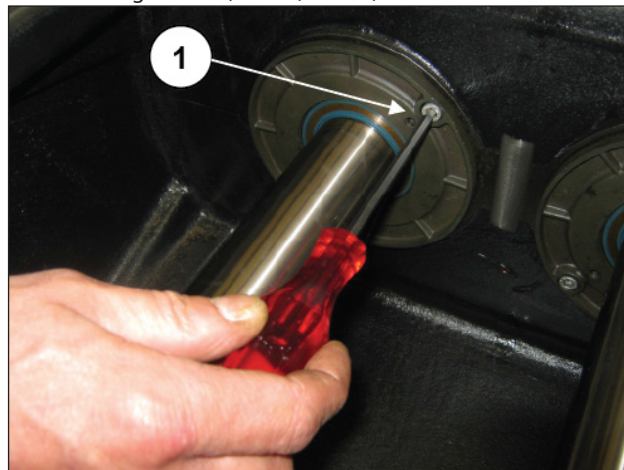

Abb. 2
Lösen Sie die Befestigungsschrauben M6 der drei Ölabbstreifring-Deckel (Pos. ①, Abb. 2).